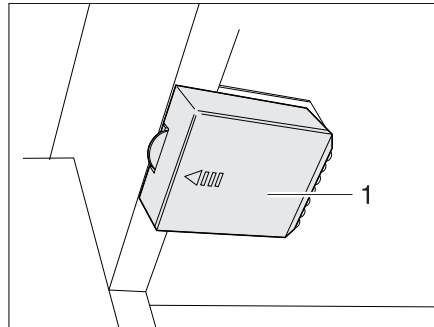

Fig. 279 Luci armadi guardaroba con LED, vano batteria chiuso
- Spingere il coperchio (Fig. 279,1) nel verso della freccia.